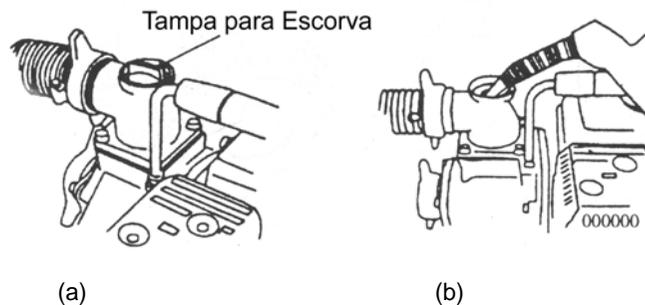

Figura 03: Antes de iniciar qualquer trabalho, encha o corpo da bomba com água.
1. Coloque a bomba sobre uma superfície horizontal e plana, o mais próximo possível da captação de água. Fixe o suporte da bomba sobre superfície rígida. Uma mangueira de sucção de 2" cheia de água que tenha 6 m de comprimento pesa mais de 15 kg. Se a bomba não estiver bem presa, a mesma pode se deslocar da sua posição correta. Nunca use a bomba em posições elevadas sem fixá-la sobre uma base rígida. A Figura 03 ilustra a instalação da motobomba.